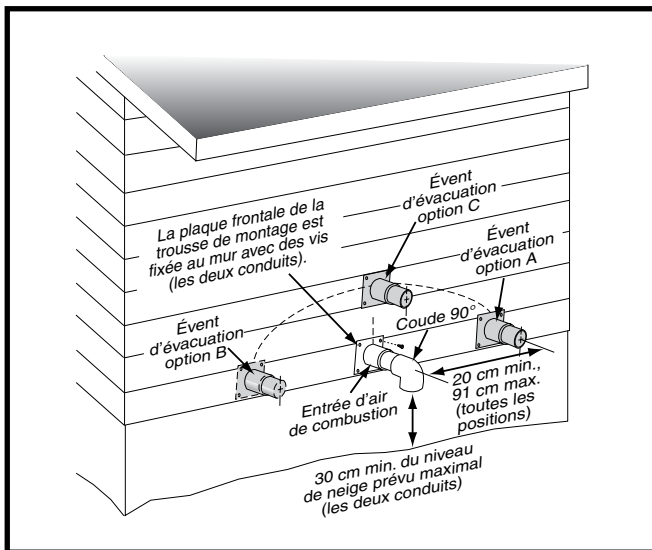
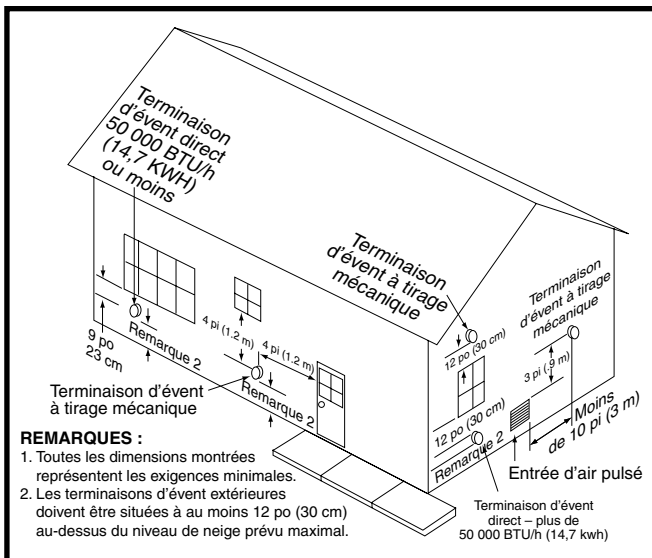
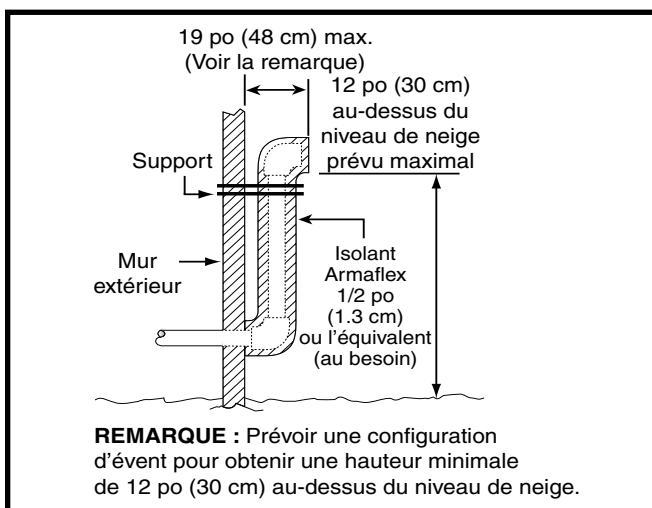
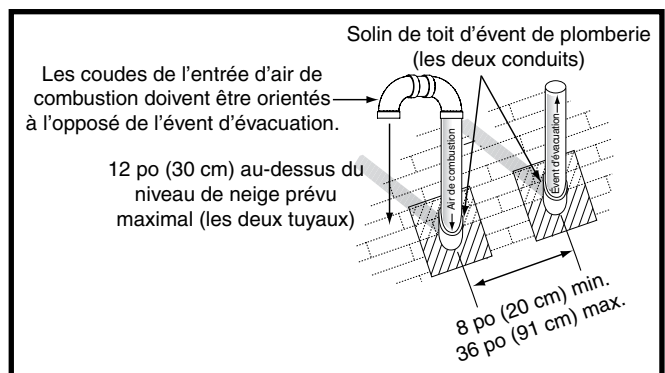

Figure 7. Dégagements du conduit d'admission et du conduit d'évacuation
Figure 8. Emplacements de l'évent
Figure 9. Autre installation d'un conduit d'évent horizontal
Figure 10. Terminaison d'évent vertical
- Si on utilise un système à évacuation directe (2 conduits), l'admission d'air de combustion et l'évacuation doivent être situées dans la même zone de pression atmosphérique. Cela signifie que les deux conduits doivent sortir du bâtiment par la même section de mur extérieur ou de toit, comme indiqué aux Figure 7, Figure 8, Figure 9, et Figure 10.
- Les terminaisons d'évent et d'admission d'air de combustion doivent être installées comme indiqué aux Figure 7 et Figure 8, et conformément à ces directives :
- Tous les dégagements minimaux doivent être maintenus pour protéger les matériaux du bâtiment contre la dégradation causée par les gaz de combustion. Consulter la Figure 7.
- Lorsque le conduit d'évent doit sortir par un mur extérieur à proximité du niveau du sol ou du niveau de neige prévu et qu'il n'est pas possible d'obtenir les dégagements indiqués à la Figure 7 \(page 12\), il est possible d'utiliser une conduite
montante, comme indiqué à la Figure 9. Il faut utiliser de l'isolant pour éviter le gel de cette section de conduit. Consulter le Tableau 2 \(page 13\) pour la protection contre le gel de l'évent.
Les exigences relatives à l'espacement des terminaisons entre le toit et entre chaque terminaison sont indiquées à la Figure 10. L'endroit où le conduit traverse le toit doit être doté d'un solin approprié et étanche; on peut utiliser un chaperon de toit ou un solin équivalent. La tuyauterie d'événement et la tuyauterie d'air de combustion peuvent être installées dans une cheminée existante non utilisée, à condition que :
- les dégagements de terminaison indiqués à la Figure 10 soient maintenus;